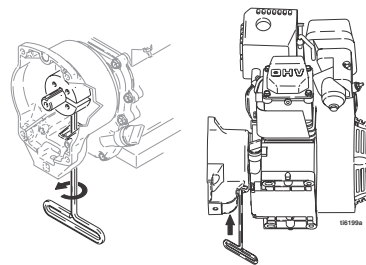

FIG. 9
- FIG. 9. Coucher le moteur de manière à ce que le réservoir d'essence soit en bas et le filtre à air en haut.